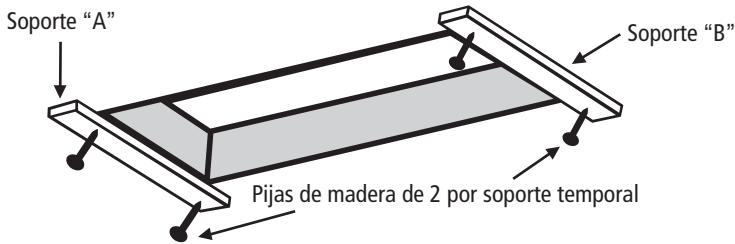
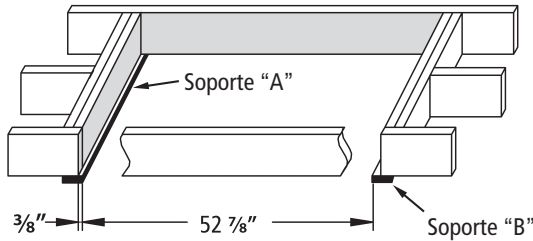

FIGURA 4
FIGURA 5: Vista desde arriba
- A. Añada soportes temporales “A” y “B” con pijas de 2 ½” como se muestra en la Figura 4. El soporte “A” debe estar situado en el extremo, donde se ubica la bisagra de la puerta de la escalera. El borde del soporte “A” deberá extenderse ¾” dentro de la abertura como se muestra en la Figura 5. Asegúrese de que ambas pijas penetren el cabezal por encima del techo.
- B. Mida desde el borde interior del soporte “A”, posicione y asegure el borde interior del soporte “B” a 52 7/8” (Figura 5). Asegúrese de que ambas pijas penetren el cabezal por encima del techo.